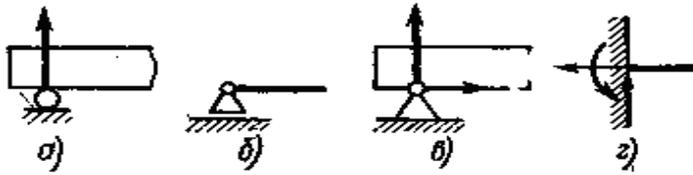

Рис. 1
1. *Шарнирно-подвижная опора* (рис. 1 а). Такая опора не препятствует вращению конца балки и его перемещению вдоль плоскости качения. В ней может возникать только одна реакция, которая перпендикулярна плоскости качения и проходит через центр катка. Схематическое изображение подвижной шарнирной опоры дано на рис. 12 б.
2. *Шарнирно-неподвижная опора* (рис. 1 в). Такая опора допускает вращение конца балки, но устраняет поступательное перемещение ее в любом направлении. Возникающую в ней реакцию можно разложить на две составляющие – горизонтальную и вертикальную.
3. *Жесткая заделка , или защемление* (рис.1 г). Такое закрепление не допускает ни линейных, ни угловых перемещений опорного сечения. В этой опоре может в общем случае возникать реакция, которую обычно раскладывают на две составляющие (вертикальную и горизонтальную) и момент защемления (реактивный момент).